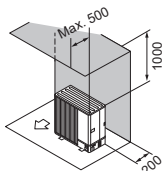

Fig. 2-7
- (2) Ostruzioni o superfici chiuse solo sul retro e sopra (Fig. 2-7)